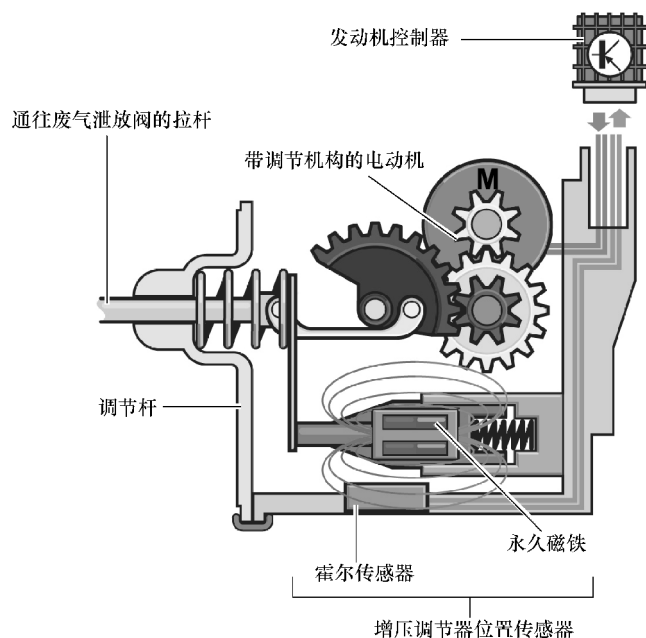

图 4-152 增压压力调节位置传感器的结构
(2) 结构 为将废气泄放阀调节到必要的位置并由此调节额定增压压力，在增压调节器中安装了增压调节器位置传感器。这是一个霍尔传感器，它通过一根杠杆与调节机构连接，如图 4-152 所示。永久磁铁通过弹簧顶向与拉杆一起运动的杠杆。由此，两块磁铁在每次调节废气泄放阀时从霍尔传感器旁边滑过。